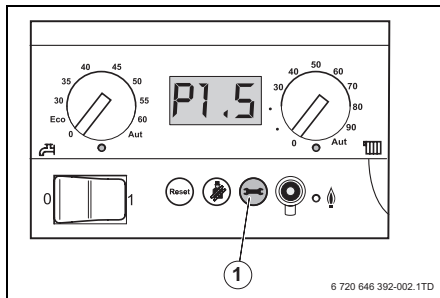

Bild 7 Bedieneinheit BC10
- ▶ Wasserhahn öffnen und die Heizungsanlage bis 1,5 bar befüllen. Dabei Druckanzeige für den Heizkreis beachten. Den Druck am Bedienfeld (→ Bild 7, Seite 24) ablesen.
- ▶ Betriebsdruck auf dem Display der Bedieneinheit (→ Bild 7, Seite 24) erneut ablesen. Wenn der Druck unter 1,0 bar liegt, muss die Heizungsanlage, wie oben beschrieben, weiter aufgefüllt werden.
- Ein/Aus-Schalter am Bedienfeld des Geräts auf „0“ schalten (→ Bild 7, [1]).